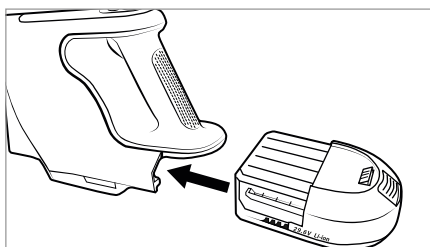

Fig. 3
- 3) Împingeți acumulatorul 2 în aparat, până când se aude un clic sonor și se fixează în aparat (a se vedea fig. 3).